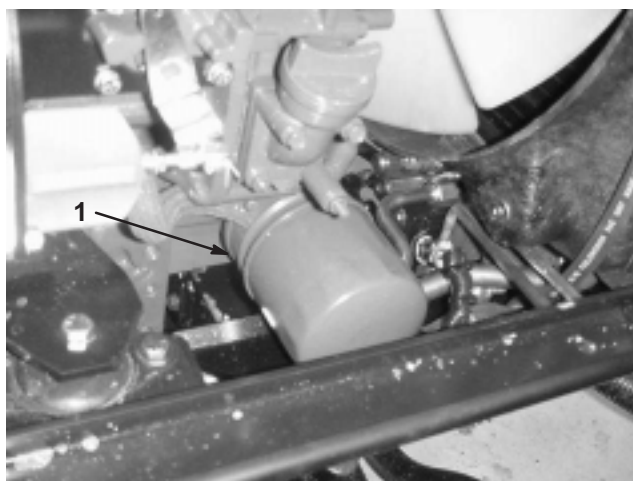

Figure 49
2. Déposez le filtre à huile (Fig. 49). Appliquez une fine couche d'huile propre sur le joint du filtre de rechange avant de le visser en place. **Ne serrez pas excessivement.**